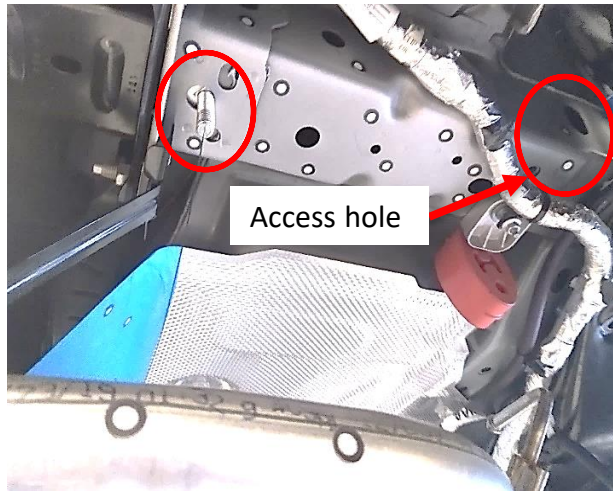
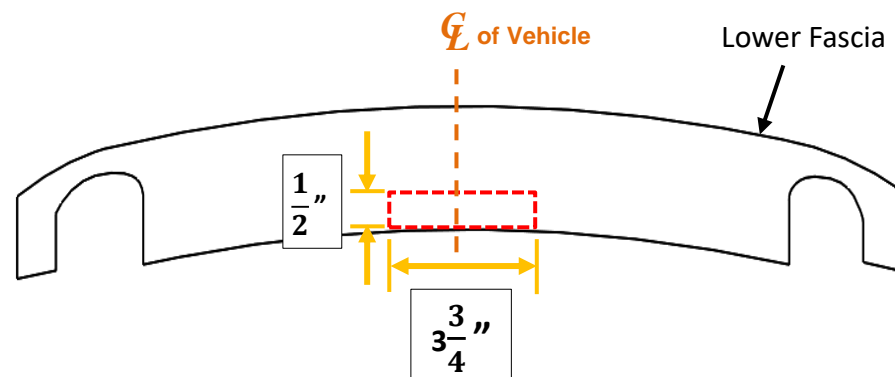

**Figure 2**
**Figure 3**
**1. Abaisser l'échappement du véhicule** – À l'aide d'une pince pour échappement, abaisser le silencieux en retirant un (1) support en caoutchouc le plus à l'arrière du côté conducteur et un support en caoutchouc le plus à l'arrière du côté passager. **Remarque** : S'assurer de supporter l'échappement avant d'enlever les supports en caoutchouc. La vaporisation d'un lubrifiant ou d'eau savonneuse sur les supports en caoutchouc facilite leur extraction des tiges métalliques.
**2. Découper l'écran thermique** – Retirer quatre (4) vis qui fixent l'écran thermique et découper selon la **Figure 2** (Ford Escape) ou la **Figure 3** (Lincoln Corsair). Remettre les vis et la découpe au propriétaire. **Remarque** : L'écran thermique peut être découpé sans le retirer complètement.